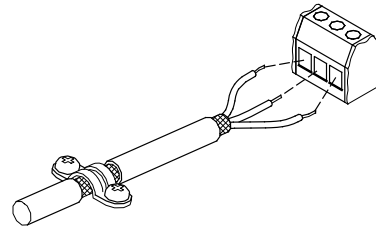

Рис. 10 Соединение оплетки и проводов экранированного кабеля с колодкой
- Экранирование кабелей должно выполняться подключением обоих концов кабельной оболочки на массу насоса. Торец экранирующей оболочки должен находиться на минимально возможном удалении от клемм, см. рис. 10.